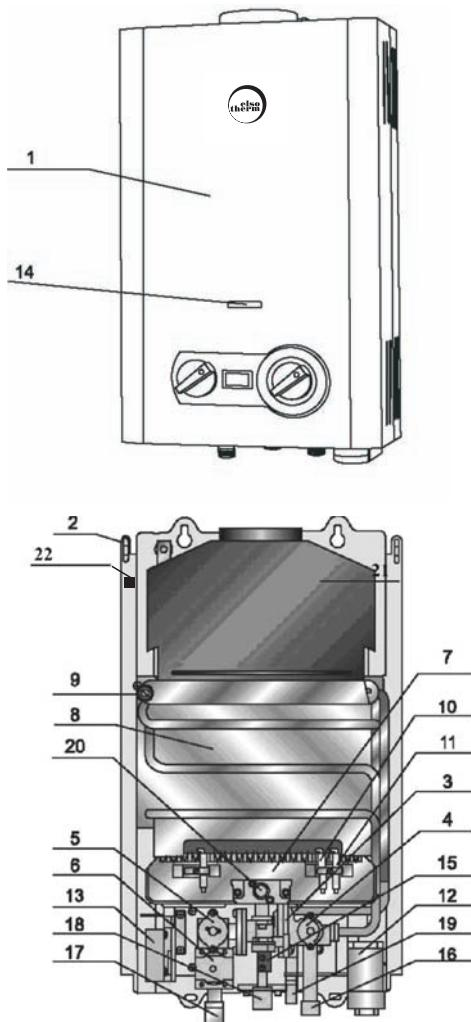

Рис.1 Внешний вид и внутреннее устройство аппарата
2.5.1 Аппарат настенного типа имеет прямоугольную форму, образуемую съемной облицовкой 1, установленной на каркасе 2 (см. рис. 1)
— Узел газоводяной (3) (см. рис.1)